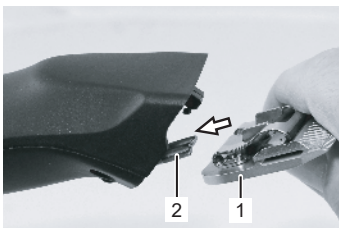

Рис. 17
6. Надеть готовую к работе насадку на поворотную лопатку и захлопнуть ее поворотным движением с небольшим нажатием для фиксации. (Рис. 17, 18, 19).